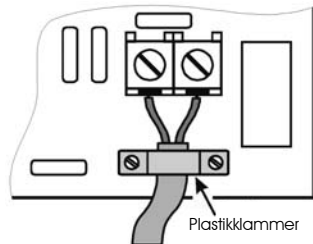

Abb. 3
- 2.3 Stromkabel anschließen (s. Abb. 3) . Achten Sie auf den Hinweis in Handbuch 2 (10.3.1)